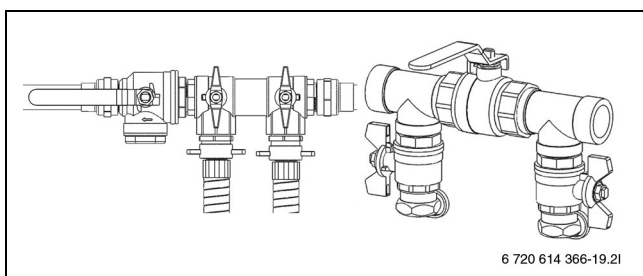

Bild 37 Påfyllnadssatser i påfyllningsläge
- Vrid ventilerna på påfyllnadssatsen så att de står i påfyllningsläge (→ Bild 37).